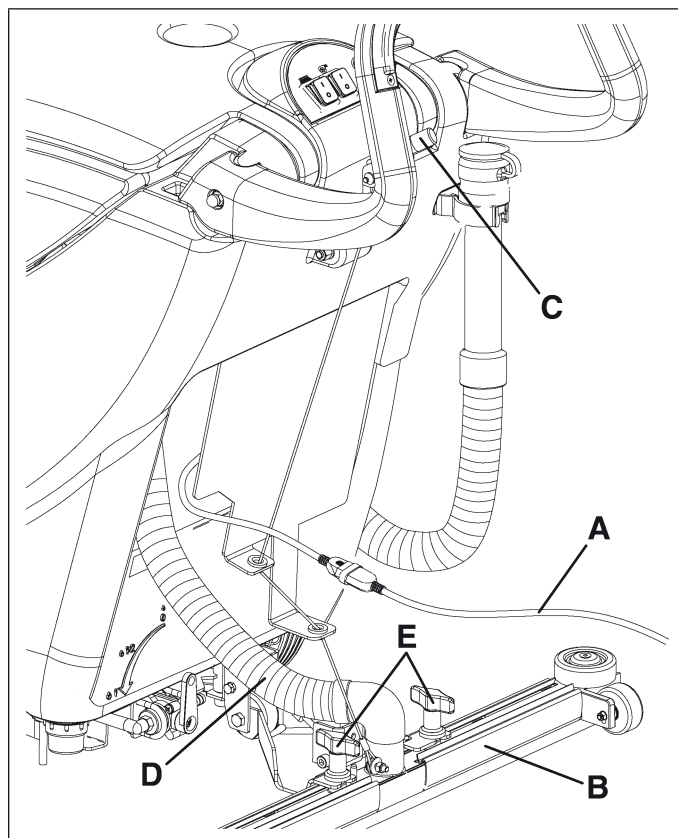

Figure 16
1. Vérifier que le câble d'alimentation (A, Fig. 16) est débranché du réseau électrique.
2. Baisser l'embouchure (B, Fig. 16) à l'aide du levier (C).
3. Déconnecter le tuyau d'aspiration (D, Fig. 16) de l'embouchure.
4. Desserrer les boutons (E, Fig. 16) et déposer l'embouchure (B).
4. Reposer l'embouchure (B, Fig. 16) et serrer les boutons (E).
5. Connecter le tuyau d'aspiration (D, Fig. 16) à l'embouchure (B).